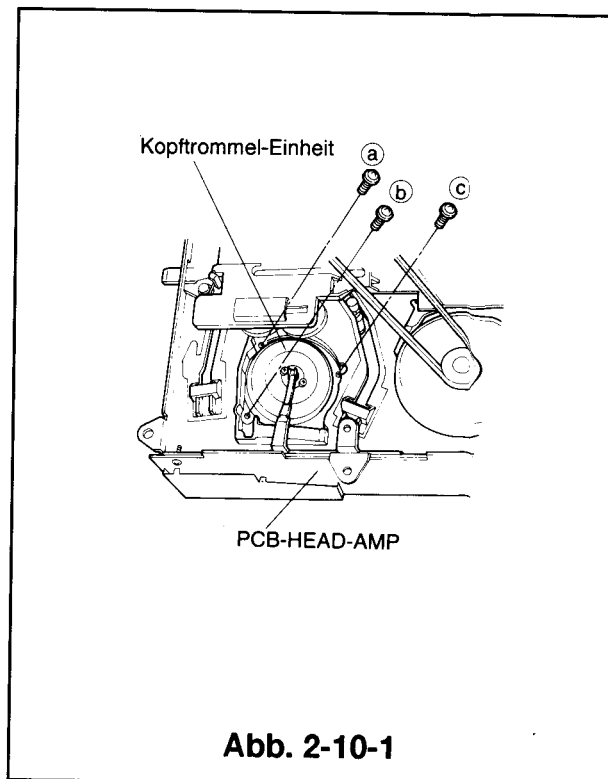

Abb. 2-10-1
- ③ Die drei Schrauben (a), (b) und (c) auf der Unterseite des Laufwerks herausdrehen und die Kopftrommel-einheit ausbauen (siehe Abb.2-10-1).
- ④ Die Kopftrommel-einheit langsam anheben, dabei darauf achten, daß sie keine anderen Teile in ihrer Umgebung berührt (die Kontaktfläche der Trommel möglichst nicht mit anfassen).
- ① Die neue Kopftrommeleinheit langsam auf die Hauptplatte des Laufwerks setzen, dabei darauf achten, daß keine anderen Teile berührt werden.
- ② Die Kopftrommeleinheit festhalten, das Laufwerk umdrehen und dann die Kopftrommeleinheit mit den drei Schrauben (a, b und c) befestigen. (Die Schrauben in der Reihenfolge a → b → c und dann nochmals a festziehen.) (Siehe Abb.2-10-1.)
- ③ Die PCB-HEAD-AMP installieren (siehe Artikel 2-8).
- ④ Das Kassettengehäuse installieren (siehe Artikel 2-1).
- ③ Die drei Schrauben (a, b und c) auf der Unterseite des Laufwerks herausdrehen und die Kopftrommeleinheit herausnehmen (siehe Abb.2-10-1).
- ④ Die Kopftrommeleinheit in der den Anschlüssen entgegengesetzten Richtung etwas anheben. Die Anschlüsse Kopftrommeleinheit und des Transformators aus der PCB-HEAD-AMP herausziehen und die Kopftrommeleinheit langsam herausnehmen. Berührungen mit Chassisteilen unbedingt vermeiden.
- ① Die Kopftrommeleinheit langsam auf die Hauptplatte setzen. Berührungen mit Chassisteilen unbedingt vermeiden. Die Anschlüsse der Kopftrommeleinheit und des rotierenden Transformators müssen in die entsprechenden Löcher in der PCB-HEAD-AMP eingeführt werden.
- ② Die Kopftrommeleinheit mit den drei Schrauben (a, b und c) auf der Unterseite des Laufwerks befestigen. (Die Schrauben in der Reihenfolge a → b → c und dann nochmals a festziehen). (Siehe Abb.2-10-1)
- ③ Die Anschlüsse der Kopftrommeleinheit und des rotierenden Transformators festlöten. (siehe Abb.2-10-1).
- ④ Das Kassettengehäuse installieren. (siehe Artikel 2-1)